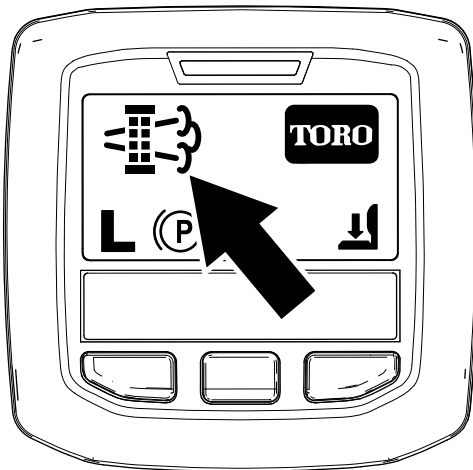

Figure 43
- Quand le calculateur moteur demande une régénération en stationnement ou une régénération d'urgence, l'icône de requête de régénération (Figure 43) s'affiche sur l'InfoCenter.